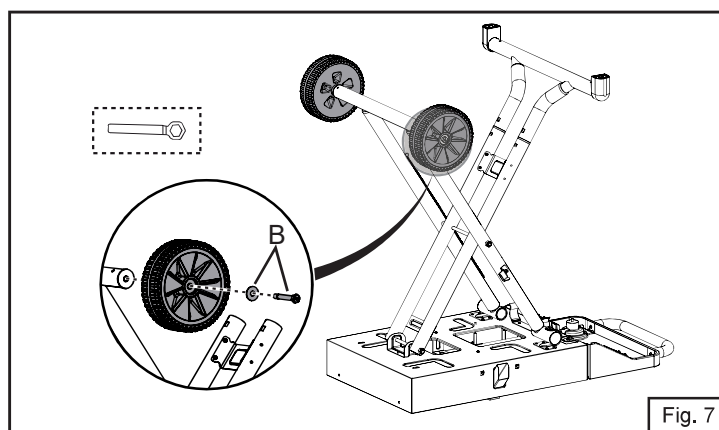

Fig. 7
7. Utilice la llave para fijar cada rueda al eje utilizando un perno y una arandela (Fig. 7).